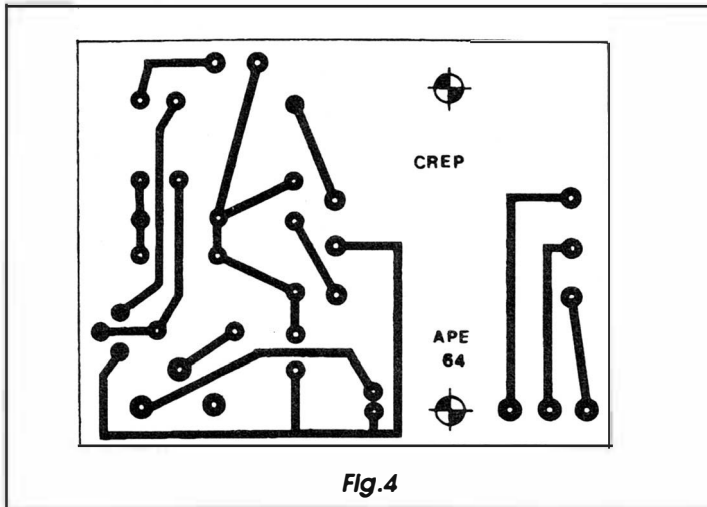

Fig.4
- FIG. 4 - LAY OUT DO CIRCUITO IMPRESSO ESPECÍFICO -
minais dos dois eletrolíticos (marcadas sobre o próprio *corpo* dos componentes, e sempre lembrando que nos eletrolíticos de terminais radiais - como os indicados - a *perna* mais comprida corresponde ao *positivo*...). Muita atenção também ao correto posicionamento dos dois transformadores: o pequeno, com sua *pinta vermelha*, indicadora do lado correspondente ao *primário*, orientada na direção do resistor de 33K, e o grande (de força...), com seu *primário* (lado com três fios de cores *diferentes* entre si...) voltado para a borda próxima da placa... Os dois furos grandes demarcados no impresso (ver também FIG. 4) servem para fixação do transformador, através de conjuntos parafuso/porca aplicados via furos existentes nas suas abas laterais, com o que a peça, relativamente grande e pesada, repousará firmemente sobre a placa... Não esquecer de identificar corretamente os valores dos dois resistores fixos (através do *velho* e bom Código de Cores, lá já meio *empoeirado* na *primeira aula* de ABCDE...!) para não inverter suas colocações na placa... Feitas todas as inserções e soldagens, novamente os dados devem ser conferidos, corrigindo-se eventuais erros... Em seguida, verifica-se o estado dos pontos de solda, pela outra face do impresso (lado cobreado), assegurando-se que tudo está *nos conformes* (notada alguma falha, lapso, *curto*, *corrimento*, falta de solda, etc., o problema deve ser corrigido...), para só então *amputar-se* as sobras das *pernas* de componentes, pontas de fio e terminais... Observar a presença de alguns furos periféricos (junto às bordas da placa...), codificados, e sem ligação aparente... Tais pontos destinam-se às conexões externas, a serem vistas em seguida...